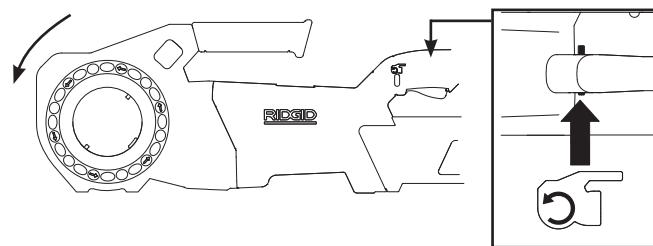

Figure 5B – Inverseur en position « Marche Arrière » (sens anti-horaire)
- Répétez ce processus avec l'inverseur en position « Marche Arrière (Figure 5B). Si le système d'entraînement ne tourne pas dans le sens voulu, ou que sa gâchette marche/arrêt ne fonctionne pas correctement, faites réparer l'appareil avant de l'utiliser à nouveau.